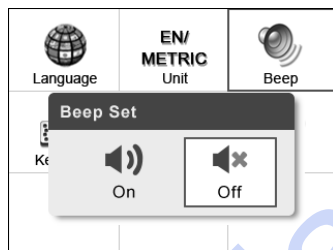

Рисунок 3.5
- 2) На экране **Beep Set** используйте кнопки прокрутки **ВЛЕВО/ВПРАВО** для выбора пункта **ON** или **OFF** для включения/выключения сигнала. (Рисунок 3.5)